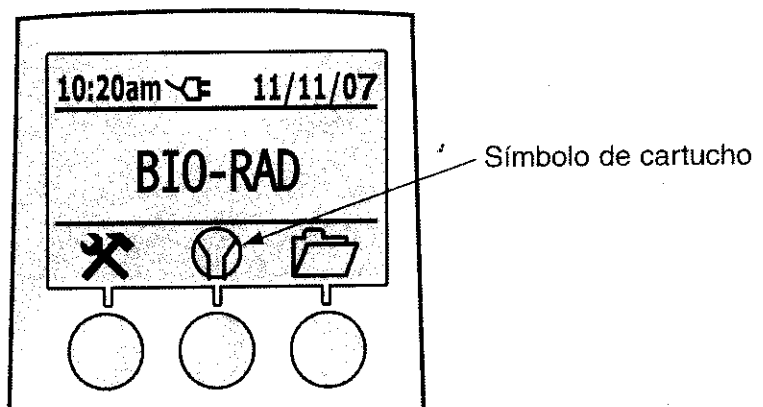

Figura 2-5: Pantalla con el símbolo del cartucho
3. Cuando el analizador está listo para procesar una prueba, aparecerá la pantalla de la figura 2-5 y el símbolo del cartucho parpadeará. Ahora puede procesarse un cartucho de prueba in2it (I) Test Cartridge o un cartucho de verificación del sistema in2it (I) System Check Cartridge.